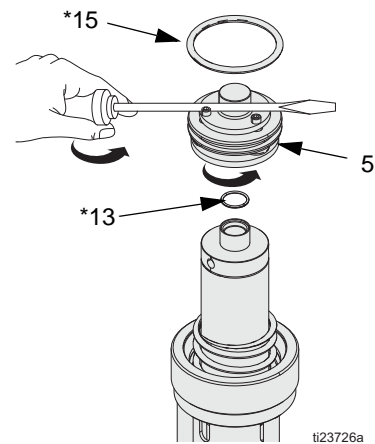

FIG. 12: Válvula neumática serie B
3. *Serie B (y motores neumáticos posteriores):* Desatornille la válvula neumática (5). Si es necesario ayudar al giro, coloque en cuña el filo de un destornillador entre las cabezas de los tornillos y la cabeza hexagonal de la válvula neumática (5). Inspeccione si las juntas tóricas (13* y 15*) presentan daños y sustitúyalas si es necesario. Compruebe que la junta tórica (13*) está bien colocada y no esté pinzada. Consulte FIG. 12.
NOTA: Consulte Reparación del motor neumático, el paso 3 y el paso 4 (Fig. 12) para consultar notas especiales para el rearmado.